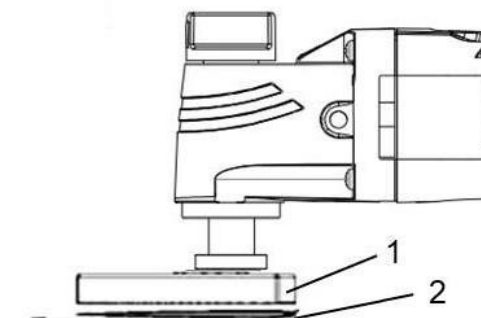

Рис. 2
- Установите шлифовальную подошву (1) на инструмент (рис. 2).